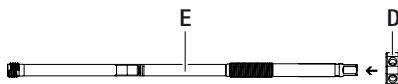

Рис. 11
- Навинтите гайку **D** на внутреннюю втулку **E**, см. Рис. 11.